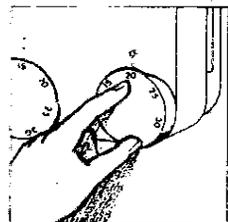

Fig. 24
- Girar el potenciómetro K a la derecha hasta que se haya alcanzado la potencia calefactora deseada. Este valor se controla mediante la presión de boquilla (posición 3, fig. 24). (Vea punto 13; Valores de ajuste de potencia máxima en calefacción).